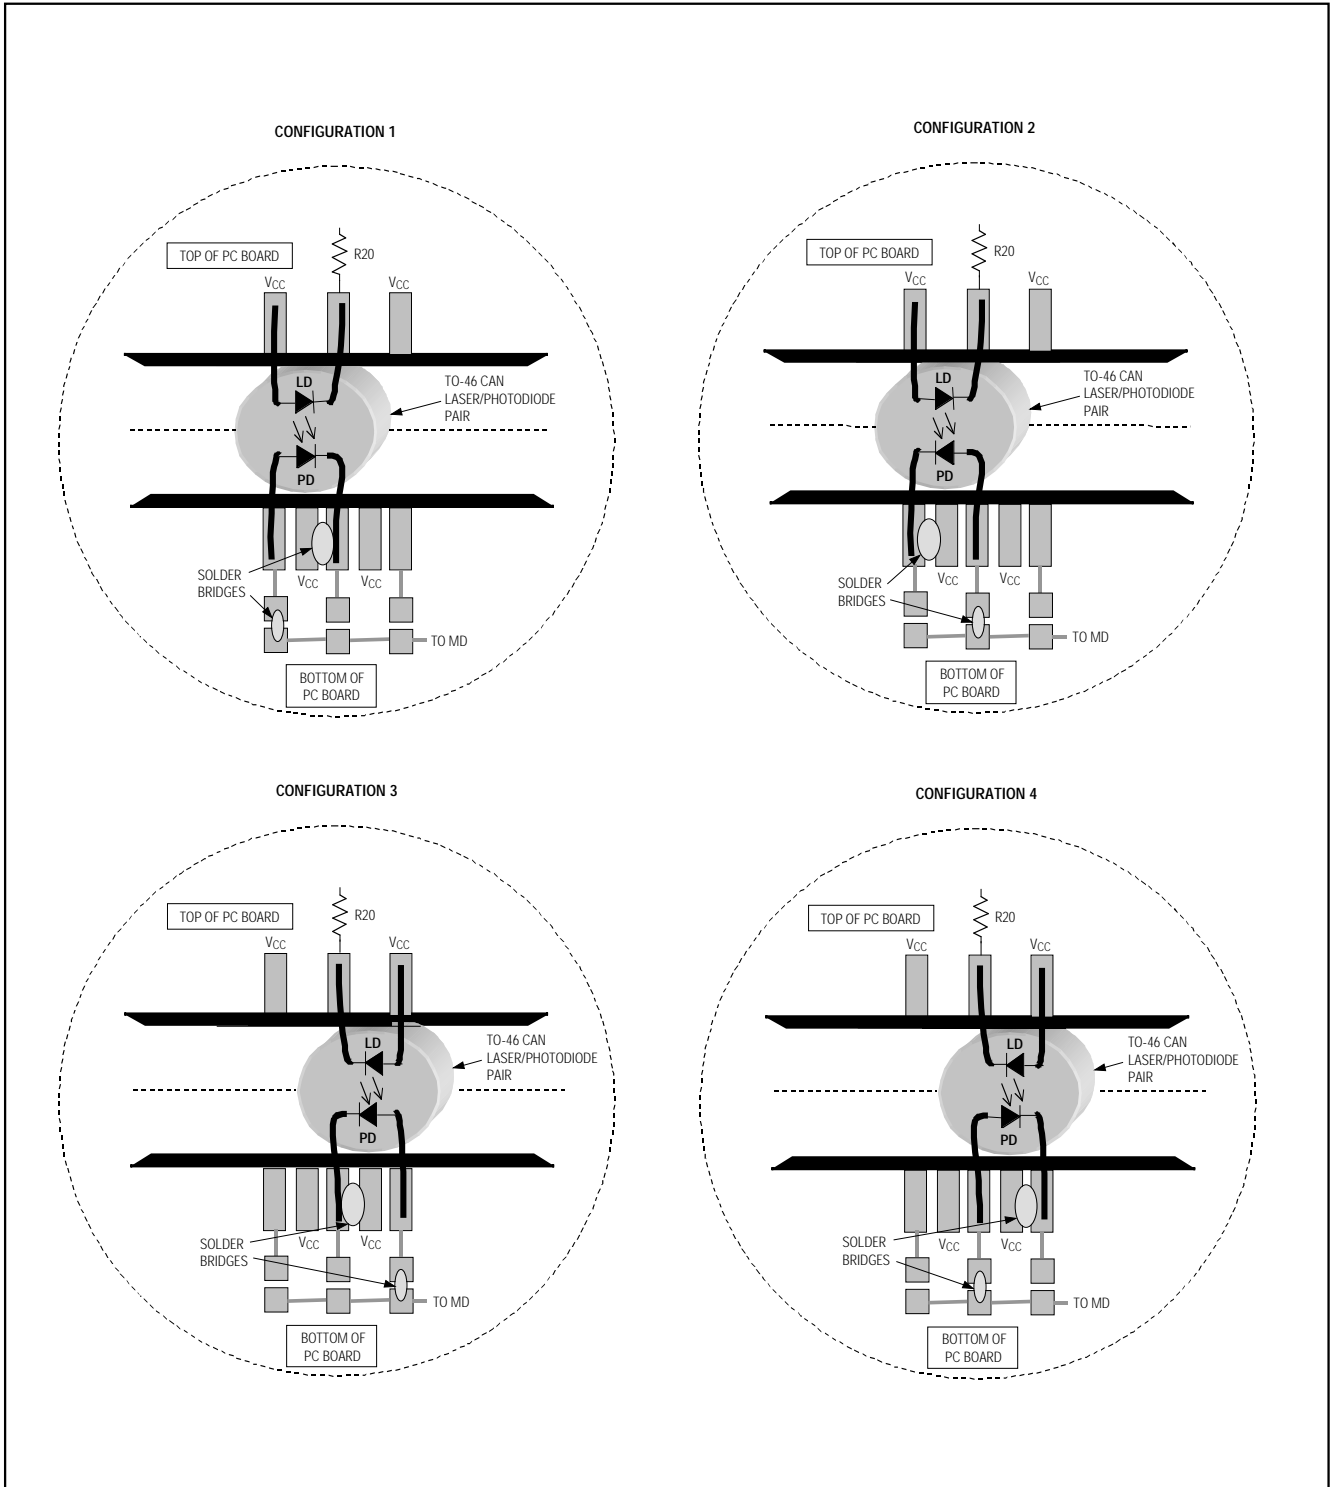

図1. レーザダイオード/モニタダイオードのMAX3869EVキットへの取付け
- 3) 本EVキットは、様々なピン構成のレーザ/モニタダイオードを接続できるように設計されています。モニタダイオード付のTOヘッダ式レーザ(図1)は下記の方法で接続します。
- モニタフォトダイオードをプリント基板の下面(ハンダ面側)にある5つのパッドのうちの2つ(レーザダイオードパッドの直下)に接続します。これらのパッドのうちの3つ(真中と両外側)は初めは接続されていません。残りの2つのパッドはVCCに接続されています。モニタフォトダイオードのアノードとカソードを、接続されていない3つのパッドのうちの任意の2つにハンダ付けします。次に、該当するハンダジャンパを短絡することによってアノードをMDピンに接続します(図1)。隣接するVCCパッドへのブリッジをハンダで作ることにより、カソードをVCCに接続します。